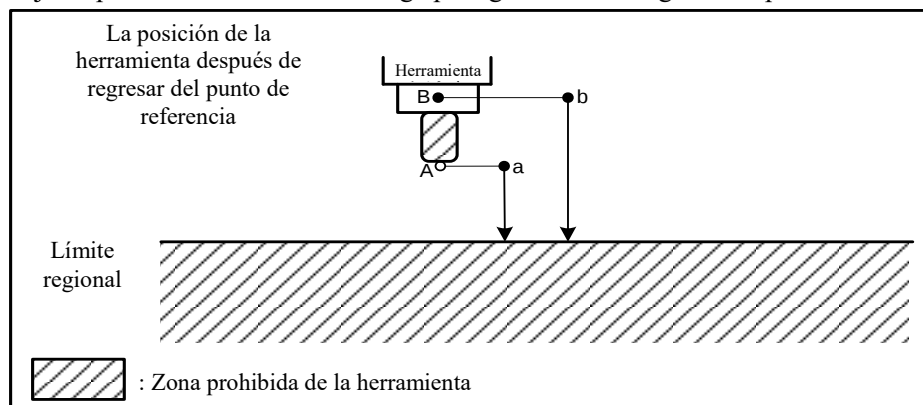

Figura 2-6-4 Configuración de las zonas prohibidas de entrada
3) Punto de inspección de la zona prohibida: Antes de programar la zona prohibida, compruebe la posición del punto de inspección (punta de la herramienta o parte superior del manguito de la herramienta). Como se muestra en la Figura 2-6-4, si el punto de inspección es A (punta de la herramienta), la distancia "a" debe establecerse para